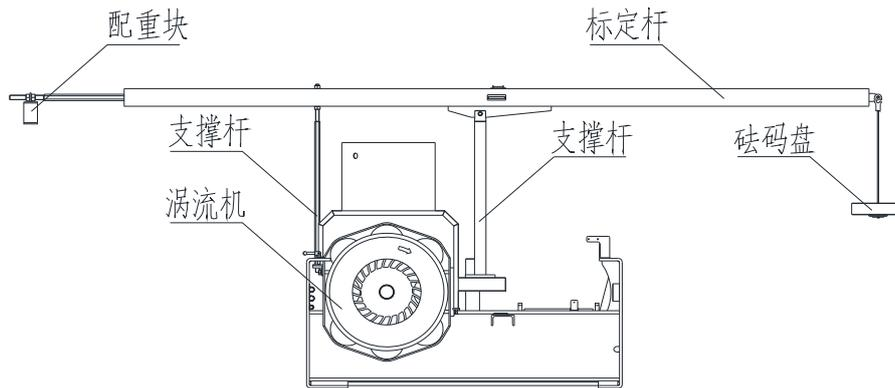

图 2.15
- (1) 在开始标定之前先把标定架和配重块安装上，并用六角螺钉上紧固定；调整传感器上下的压紧螺钉，使标定杆上水平泡显示为水平状态；如图 2.15 所示。